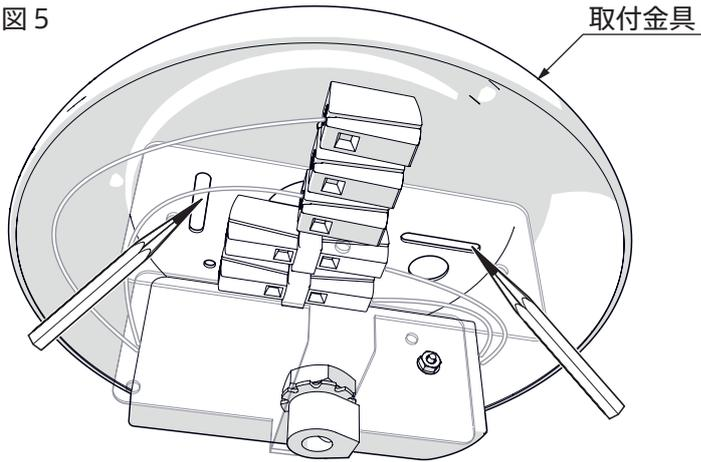

図6
5. アンカーを使用する場合、先ほど印をつけた位置にφ7mmの下穴をあけます。(図6)